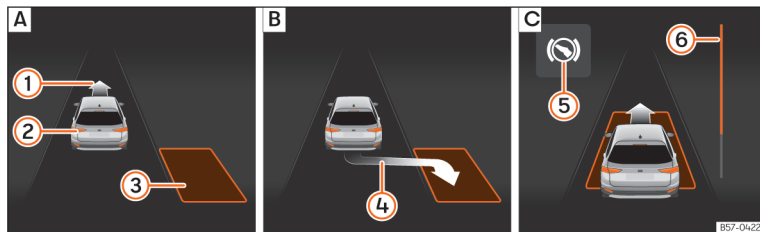
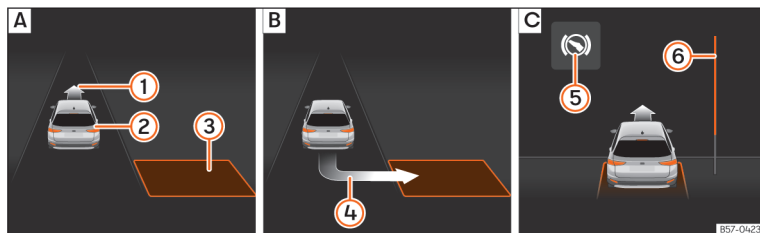

Abb. 187 Am Bildschirm des Kombi-Instruments: längs einparken. [A] Parklücke suchen. [B] Position zum Einparken. [C] Rangieren.
Abb. 188 Am Bildschirm des Kombi-Instruments: quer einparken. [A] Parklücke suchen. [B] Position zum Einparken. [C] Rangieren.
- Schauen Sie auf der Bildschirmanzeige im Kombi-Instrument, ob die Parklücke als „geeignet“ erkannt wurde und ob die korrekte Position zum Einparken » **Abb. 187 [B]**
oder » **Abb. 188 [B]** erreicht wurde. Die Parklücke wird als „geeignet“ betrachtet, wenn auf dem Bildschirm des Kombi-Instruments die Anzeige zum Einparken erscheint ④.
• Fahren Sie rückwärts, bis das Dauertonsignal des ParkPilot ertönt; **ODER:** fahren Sie zurück, bis auf dem Bildschirm des Kombi-Instruments die Anzeige für Vorwärtsfahren **» Abb. 187 [C]** oder **» Abb. 188 [C]** erscheint; **ODER:** fahren Sie zurück, bis am Bildschirm des Kombi-Instruments die Meldung **Park Assist beendet** erscheint. Die Fortschrittsanzeige **6** zeigt den zurückzulegenden Abstand an **» Seite 289.**
• Fahren Sie vorwärts, bis das Dauertonsignal des ParkPilot ertönt; **ODER:** fahren Sie vorwärts, bis am Bildschirm des Kombi-Instruments die Anzeige zur Rückwärtsfahrt erscheint. Der Parklenkassistent lenkt das Fahrzeug vorwärts und rückwärts bis es in der Parklücke zentriert ist **» Abb. 187 [C]** oder **» Abb. 188 [C].**
» Abb. 187 6 und **» Abb. 188 6** im Display des Kombi-Instruments zeigt symbolisch die noch zu fahrende relative Fahrstrecke an. Je länger die Distanz ist, desto größer ist der Füllstand des Fortschrittsbalkens. Bei Vorwärtsfahrt nimmt die Füllung des Fortschrittsbalkens nach oben ab und bei Rückwärtsfahrt nimmt die Füllung des Fortschrittsbalkens nach unten ab.